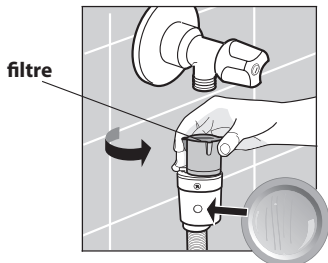
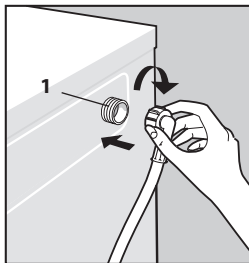

Figure 9
Figure 10
- (pour le modèle ,) vérifier la propreté du filtre à la tuyauterie de remplissage et faire attention à la fenêtre spéciale (fig. 9). La couleur jaune de la fenêtre indique le bon état de la tuyauterie, si la couleur est rouge – la tuyauterie n'est pas utile pour l'exploitation. La tuyauterie de remplissage en bon état raccorder au raccord fileté du robinet d'arrivée d'eau selon la figure 9 et à la valve électrique de la machine (fig. 10), en serrant bien les écrous à la main.